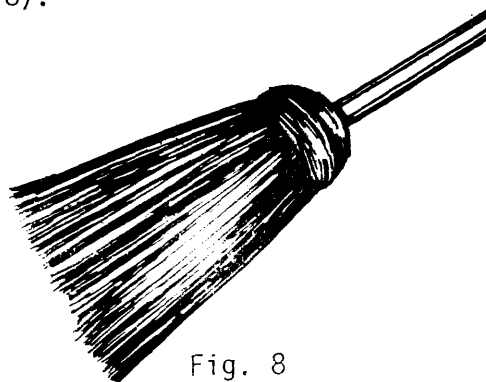

Fig. 8
- Escoba de paja suave o plumas, con cabo largo, para la limpieza de techos (fig. 8).